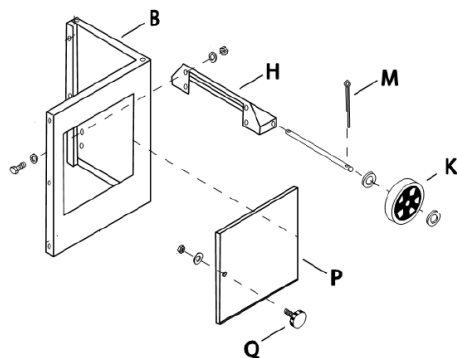

Fig 3
Monter les suspensions des roues (H) avec 4 vis hexagonales, des rondelles et des écrous (Fig 3).